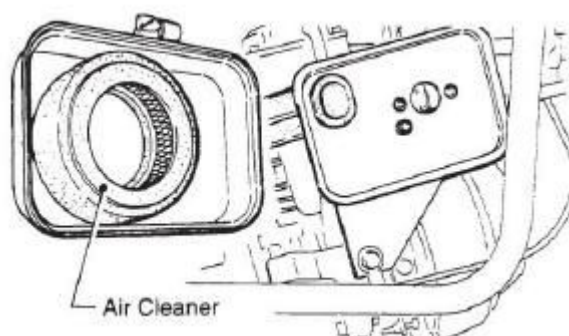

Рис. 12 Воздушный фильтр
- Воздушный фильтр (Рис. 12) со стороны двигателя вряд ли будет загрязнен, однако после очистки фильтрующего элемента с керосином, окуните его в смесь из 3 частей бензина и 1 части моторного масла. После внешний элемент необходимо хорошо отжать, внутренний хорошенько вытряхнуть, перед их обратной установкой.